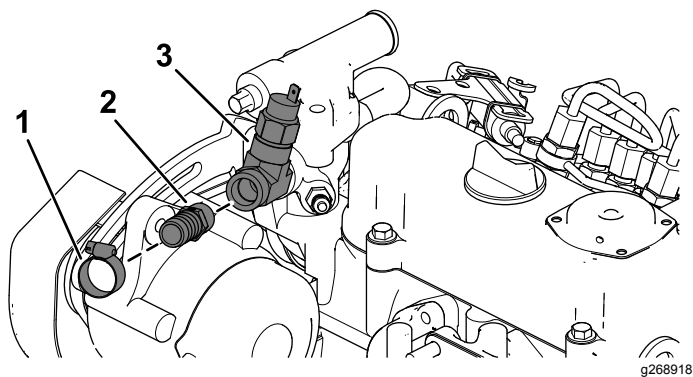

Figura 16
- D. Montate il flessibile ($\frac{3}{8}$ ") e il raccordo dell'adattatore ($\frac{5}{8}$ ") con fascette stringitubo (**Figura 16**).